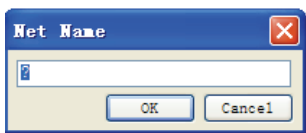
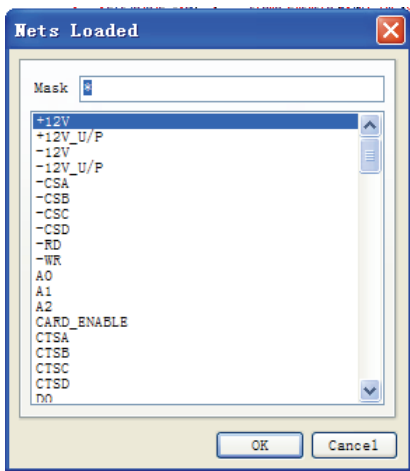

图 10-27 询问网络名对话框
图 10-28 当前编辑 PCB 的网络窗口
(1) 执行菜单命令【Edit】→【Select】→【Net】，光标变成十字形。
(2) 将光标移动到所要选择的网络中的线段或焊盘上，然后单击确认即可选中整个网络。
(3) 如果在执行该命令时没有选中所要选择的网络，则弹出如图 10-27 所示的对话框。
(4) 单击 按钮，弹出如图 10-28 所示的当前编辑 PCB 的网络窗口，在该窗口中选中相应的网络或在图 10-27 所示对话框中直接输入所要选择的网络名称，然后单击 按钮即可选中该网络。